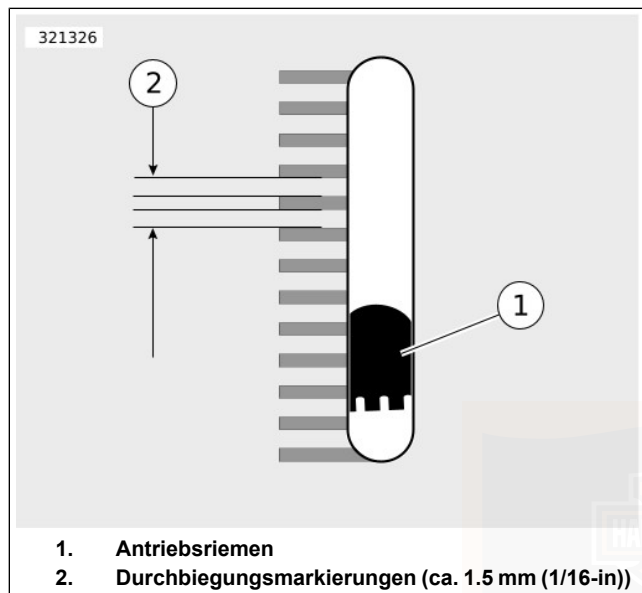

Abbildung 102. Sichtfenster der Riemendurchbiegung
- b. **Alle anderen Modelle:** Siehe Abbildung 102. Bei stillgehaltenem Messgerät Riemendurchbiegung (4) messen.